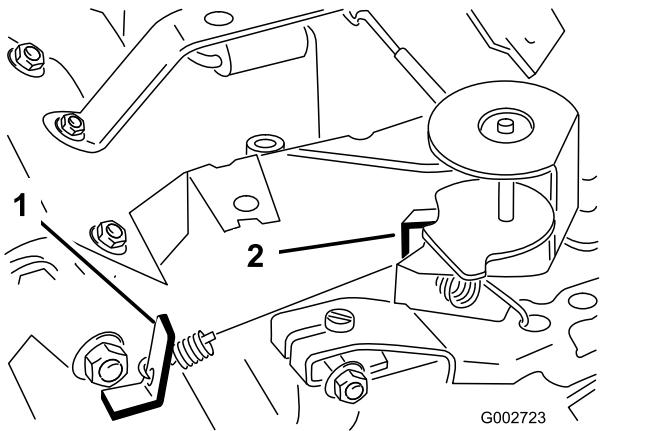

Figura 40
3. Piegate la linguetta di ancoraggio della molla regolata alla minima (Figura 40) per ottenere una velocità minima di 1.675 - 1.175 giri/min.
- Piegate la linguetta di ancoraggio della molla del massimo (Figura 40) per ottenere una velocità massima di 3.350 - 3.450 giri/min.